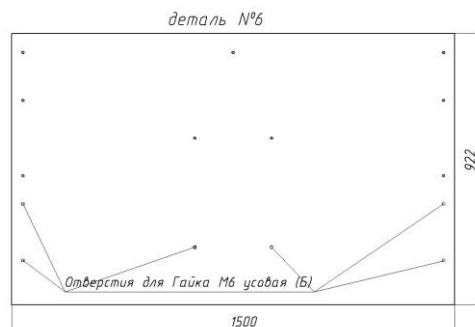

Рис.2
4. К детали №4 прикрепить детали №5 ,11 с помощью стяжки двойной (Ж) (рис.2).